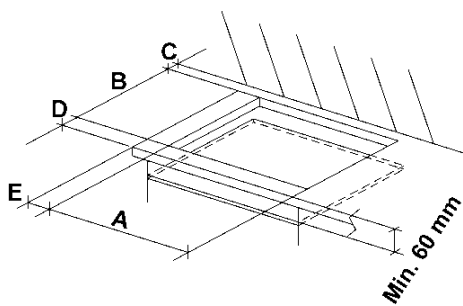

FIG. 7
Hay que hacer en la superficie del mueble modular una apertura para el encastrado con las dimensiones especificadas en mm (véase fig. 7), con la precaución de que sean respetadas las distancias críticas entre la parrilla, la pared lateral, la pared posterior y la superior (véase fig. 7 y 8).
- Para evitar posibles contactos casuales con la superficie del armazón de la parrilla, sobrecalentada durante el funcionamiento, es necesario colocar un separador de madera fijado por tornillos a una distancia mínima de 60 mm del borde (fig. 7).